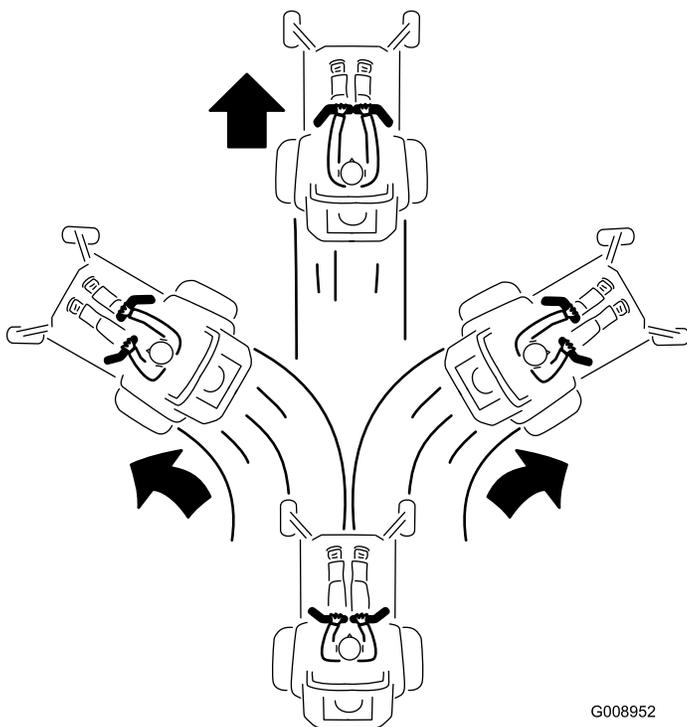

Bild 27
3. Drücken Sie die Fahrtriebshebel langsam nach vorne, um vorwärtszufahren (Bild 27).